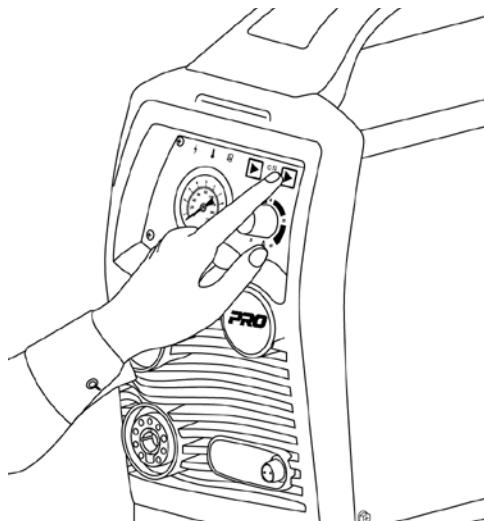

Рис. 8.11. Проверка рабочего давления.
3. Проверьте рабочее давление (См. рис. 8.11). Нажмите на кнопку плазмотрона: пойдет подача сжатого воздуха без образования дежурной дуги (См. рис. 8.12).